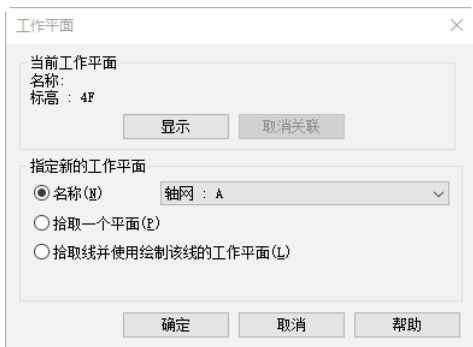

图 11-70 “工作平面”对话框
(1) 单击“结构”选项卡“工作平面”面板中的“设置”按钮, 打开“工作平面”对话框, 选择“名称”单选项, 在其下拉列表中选择“轴网: A”, 如图 11-70 所示, 单击“确定”按钮。